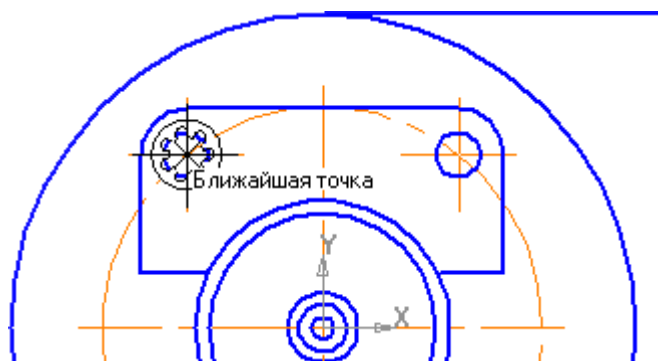

Рисунок 22.
- С помощью привязки укажите положение Шайбы на левом отверстии в Планке (рис. 22).